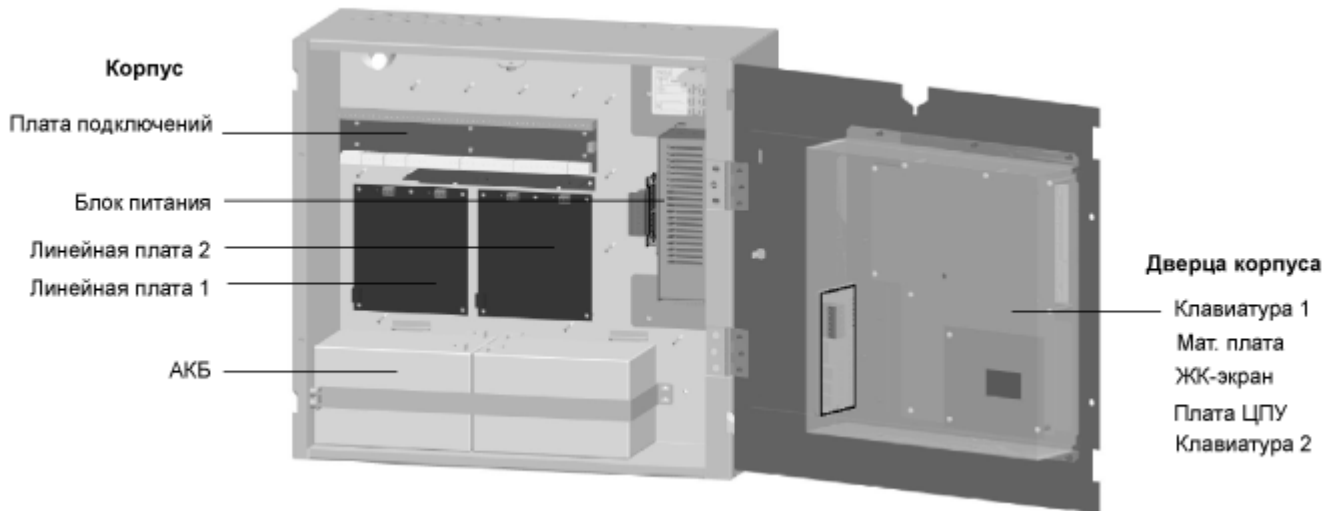

Рисунок 1 — Схематичное изображение панели **FC1840-A3**
1. Откройте дверцу корпуса панели **FC1840-A3**. На оборотной стороне дверцы расположены платы панели, закрытые кожухом (рисунок 1). Для разъема COM-порта (подпись **CPU COM**) предусмотрено отверстие.